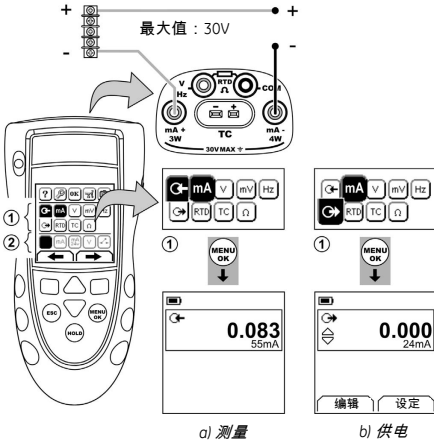

图 1: 示例配置 - 使用外部回路电源测量 / 供电电流 (mA) (区域①)
1. 连接设备 (图 1、2 或 3)，如果有必要，请调整设置 (表 1)。